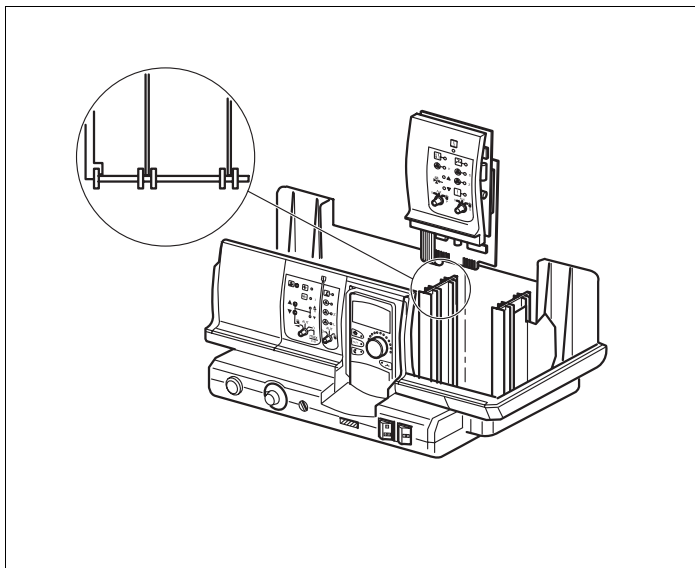

Fig. 14 Montarea resp. demontarea modulului
- Modul nou se introduce de sus în soclul liber prin apăsare pe rigleta de senzori (fig. 14), până se blochează vizibil.